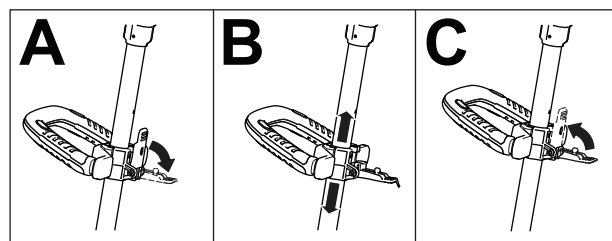

Figure 15
1. Déverrouillez le verrou de la poignée auxiliaire (encadré A de la Figure 15).
2. Élevez ou abaissez la poignée auxiliaire à la hauteur voulue (encadré B de la Figure 15).
3. Refermez le verrou de la poignée auxiliaire pour la fixer en place (encadré C de la Figure 15).